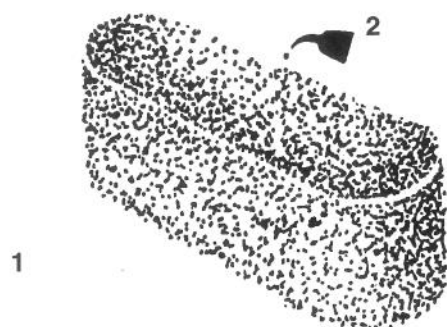

Bild 30
- C. Den Einsatz mit 30-50g frischem Motoröl durchtränken (Bild 30). Den Einsatz zur Verteilung des Öls zusammendrücken.
3. Den Bereich um den Ölmeßstab reinigen (Bild 30), so daß keine Schmutzrückstände in das Ölfüllrohr fallen, die zu Motorschäden führen könnten.